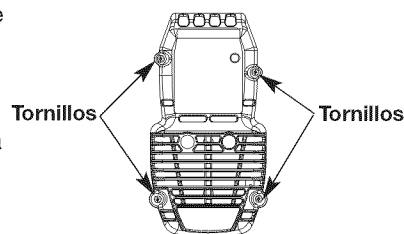

Fig. 12
1. Saque los cuatro (4) tornillos que sostienen la cubierta del silenciador / filtro de aire (Fig. 12). Use un destornillador de vástago plano o de broca Torx N° T20.
6. Cambie el filtro de aire dentro de la tapa del filtro de aire / silenciador (Fig. 12).